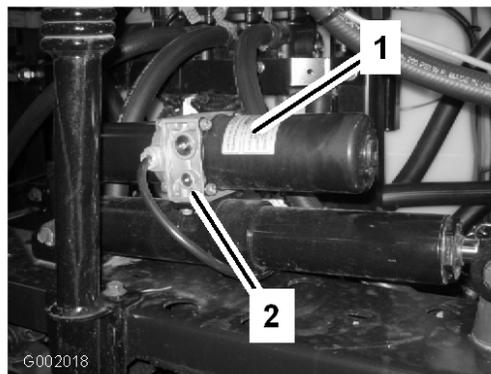

図 71
1. 各アクチュエータについている手動リリース・バルブを探し出す。アクチュエータのボディの片側だけについている小さいほうのバルブが手動リリース・バルブである (図 71)。